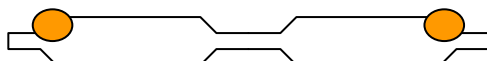

Fig 1. Tværsnit af montageprofil.
- **TURBO TACK 291** påføres i to strenge langs kanten af montageprofilerne, se fig. 1. Limen bruges både til lodrette og vandrette profiler og på begge sider.